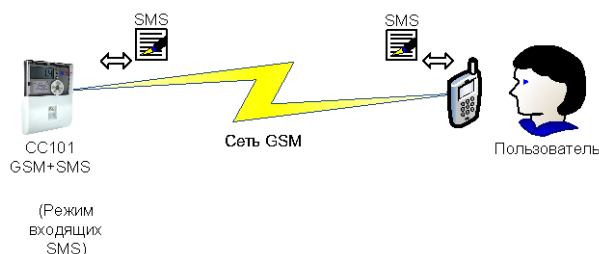

Рисунок 2.7. Передача показаний счетчика в SMS-сообщениях по командам пользователя
2.7 Пользователь запрашивает показания при помощи SMS-команд, посылаемых счетчику, а тот возвращает необходимые данные в ответном SMS-сообщении на телефон пользователя (Рисунок 2.7). В этом варианте основной последовательный интерфейс свободен, а модуль расширения «GSM/GPRS контроллер» внутри счетчика работает в режиме входящих SMS. Максимально допустимое расстояние до прибора ограничено только наличием доступа к сети оператора связи GSM. Примеры получаемых пользователем SMS-сообщений приведены в Приложении 1.